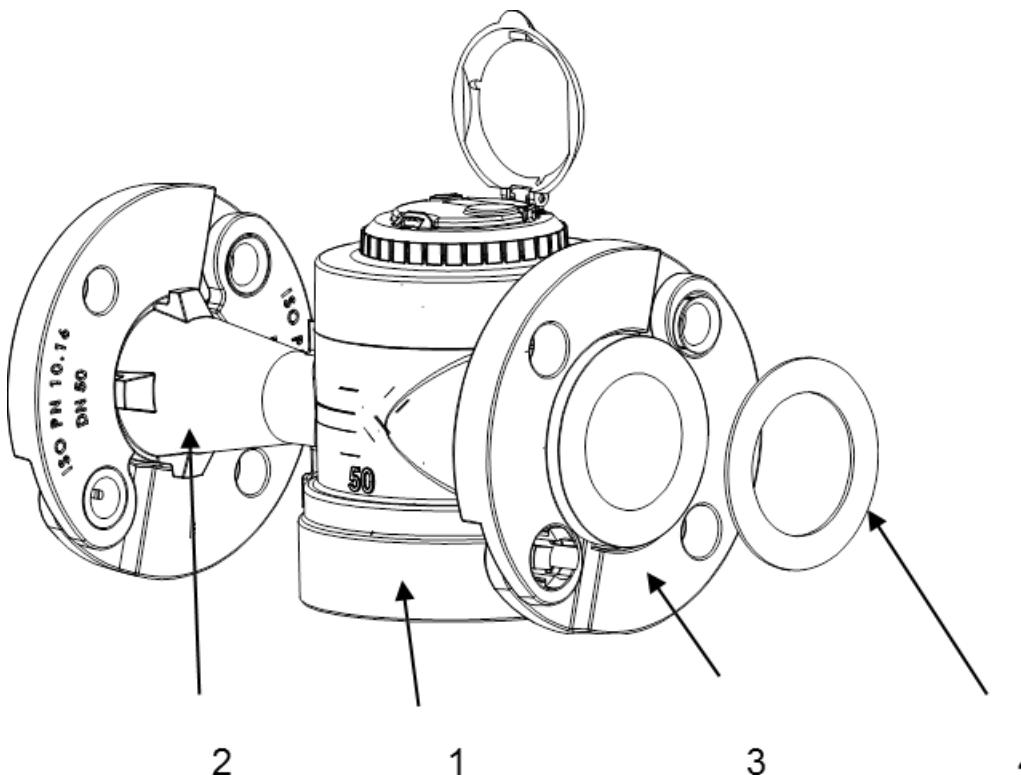

fig.1
Le compteur AQUILA V4 est un compteur à jet unique de gros calibre. Il se compose d'un corps cylindrique (1) équipé de deux tubulures (2). Ces tubulures sont munies de brides de raccordement tournantes et démontables (3) et d'une prise de pression optionnelle (non visible sur la fig.1) sur la tubulure de sortie. Lors du déballage, vérifier que les indications portées sur le totalisateur correspondent au produit désiré et que les joints sont bien présents (4).